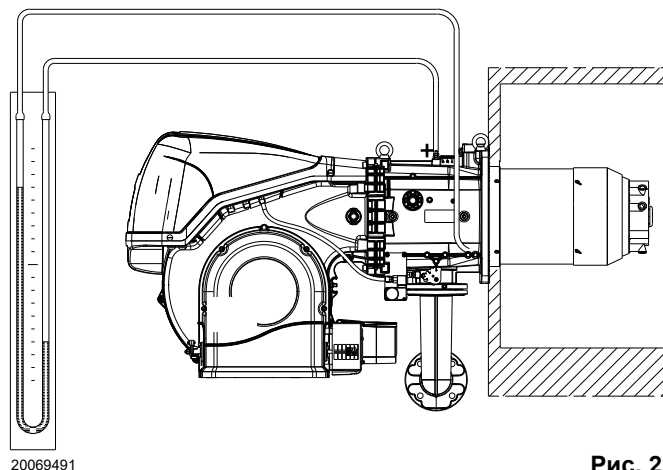

Рис. 25
- Соедините U-образный манометр или дифференциальный манометр (Рис. 25) со штуцером (+) замера давления газа на патрубке, а (-) с камерой сгорания.